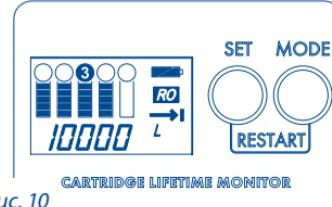

Рис. 10
- Последовательным нажатием кнопки SET выберите ступень, срок годности которой хотите изменить (Рис. 10).